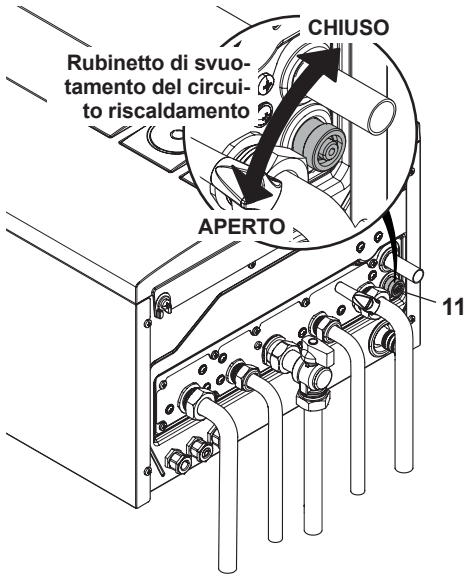

Figura 9.9
- Allentare il rubinetto di svuotamento del circuito riscaldamento 11 indicato in Figura 9.9.